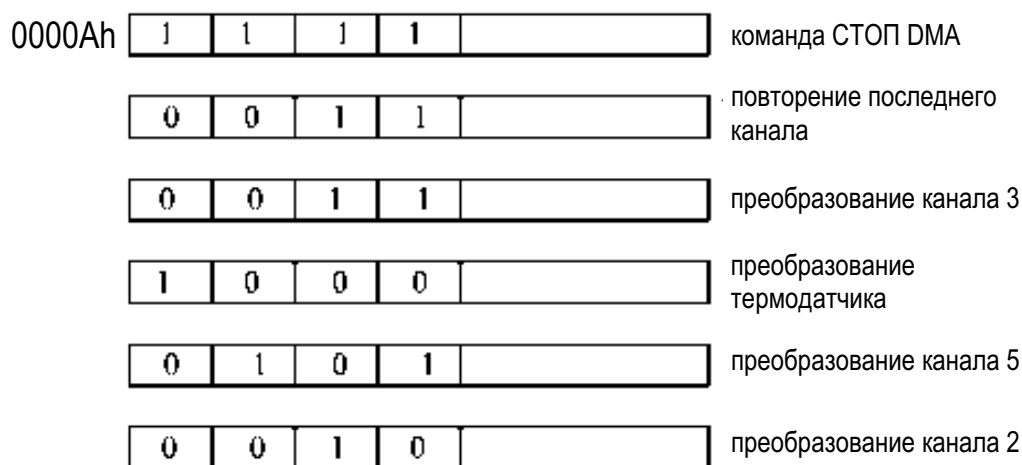

Рис. 3. Разметки памяти для режима DMA
3. Размечается внешняя память. В старшие четыре бита каждого второго байта внешней памяти, начиная с адреса, записанного в регистры DMA, записывается идентификатор канала. Поскольку в этом режиме АЦП не зависит от ядра, необходимо завершить разметку памяти стоповой командой. Это делается дублированием идентификатора последнего преобразуемого канала, за которым в следующем слове следует стоповая последовательность 1111. Типичная последовательность разметки памяти приведена на рис. 3.